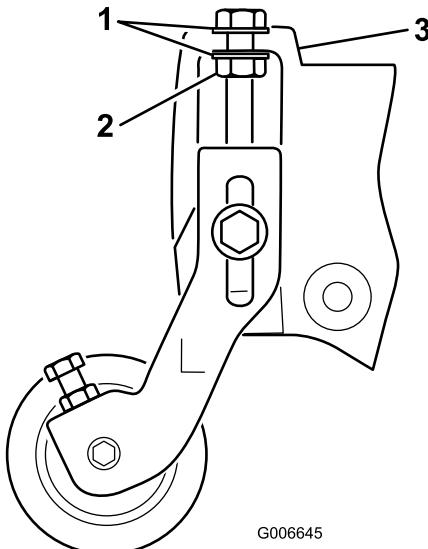

Рисунок 21
Примечание: Шайбы на болтах регулировки высоты скашивания должны быть расположены с каждой стороны фланца на боковой пластине (Рисунок 21).
17. Затягивайте контргайку на болте регулировки высоты скашивания до тех пор, пока шайбы не войдут в контакт с фланцем боковой пластины, затем отверните гайку на 1/2 оборота (Рисунок 21).